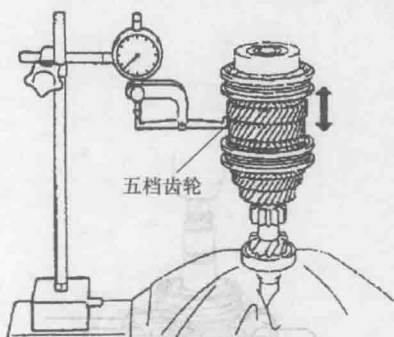

图 1-17 检测五档齿轮轴向间隙
17) 如图 1-17 所示, 检测五档齿轮轴向间隙, 标准值为  $0.1 \sim 0.50\text{mm}$ 。